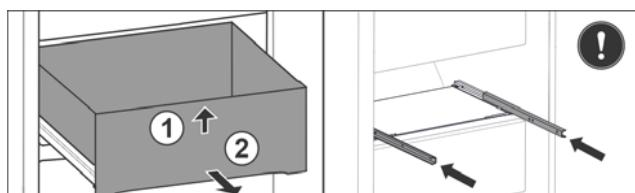

Fig. 36 \*
- Поднимите выдвижной ящик спереди Fig. 36 (1).\*
- Извлеките движением вперед Fig. 36 (2).\*